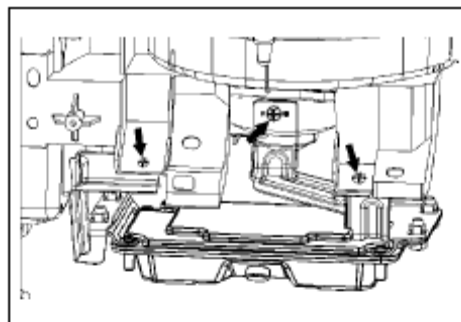

Рис. 444
7. Отсоедините электронный блок управления двигателя (рис. 444)